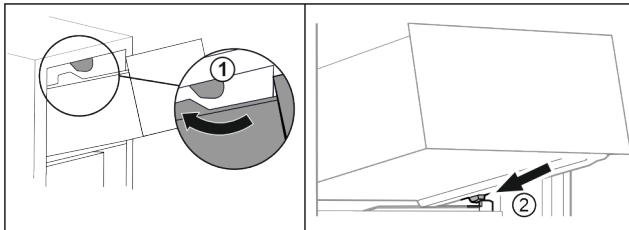

Fig. 14
- Far passare il cassetto sui fermi superiori. Fig. 14 (1)
- Applicare il cassetto inclinandolo dietro i fermi inferiori sulla nervatura del contenitore. Fig. 14 (2)